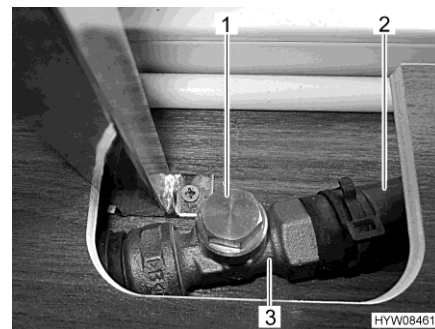

Bild 164 Spjäll (öppet)
- Ta tag i den kringgående ledningen (Bild 164,2) bakom spjället (Bild 164,3). Slangen måste vara ljummen.